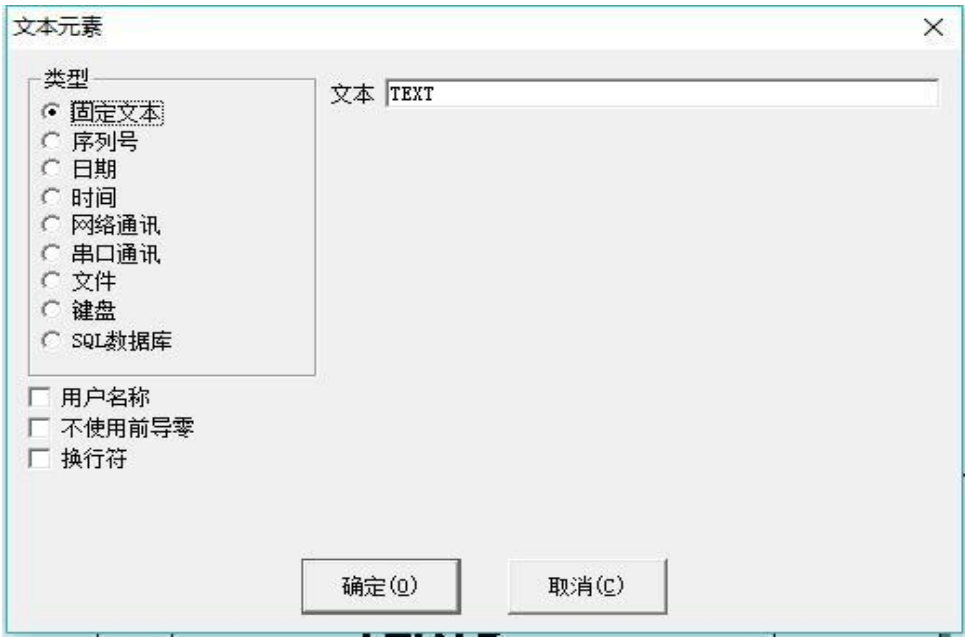

图 4-37
1) 固定文本：指自始至终都不会发生改变的文本。如图 4-37